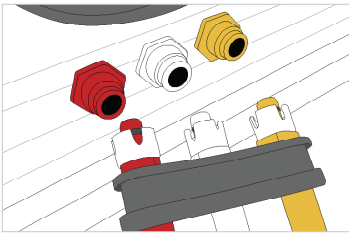

Abbildung 26
- Schließen Sie den schwarzen Anschluss mit dem roten, weißen und gelben Schlauch an der Frontblende des Travel Air® an. **(Abb. 26)**